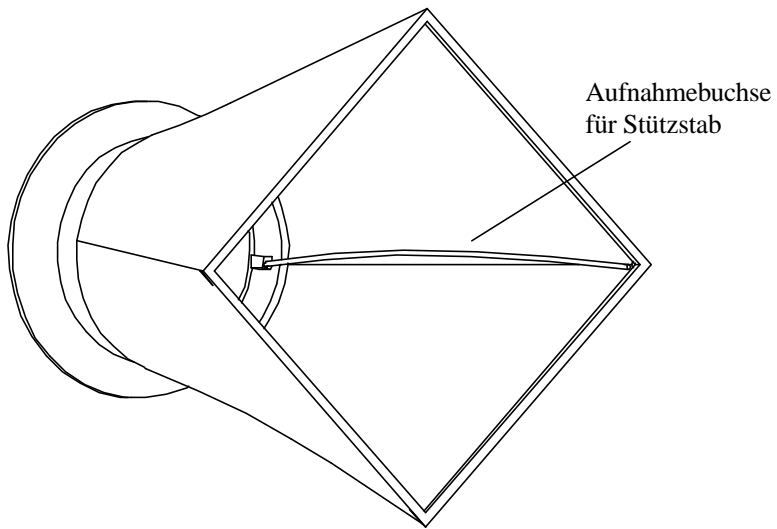

Abbildung 6: Montage des Stützstabs
- 3** Erfassen Sie den Stützstab. Biegen Sie den Stab leicht so, dass das obere Ende des Stabs wie in Abbildung 6 dargestellt in das Aufnahmestück in der Ecke des Geweberahmens passt.